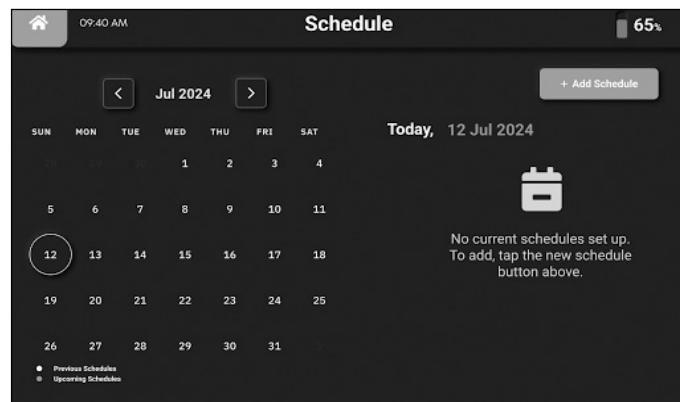

Abbildung 49
2. Drücken Sie auf „Zeitplan hinzufügen“ (**Abb. 49**).